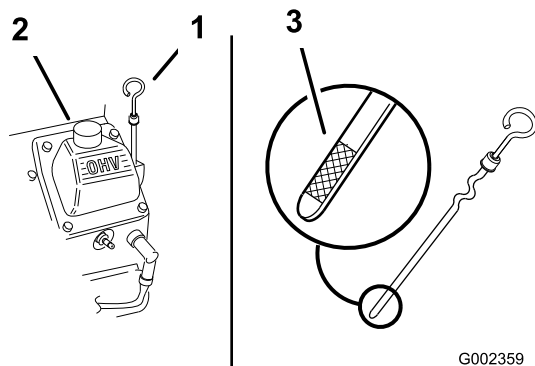

Рисунок 47
4. Очистите поверхность вокруг масломерного щупа (Рисунок 47), чтобы загрязнения не могли попасть в заливное отверстие и привести к повреждению двигателя.
5. Извлеките масляный щуп и на чисто протрите его (Рисунок 47).
6. Вставьте масляный щуп в трубку заливной горловины до упора (Рисунок 47).
7. Медленно залейте примерно 80% указанного количества масла в заливную горловину (Рисунок 47).